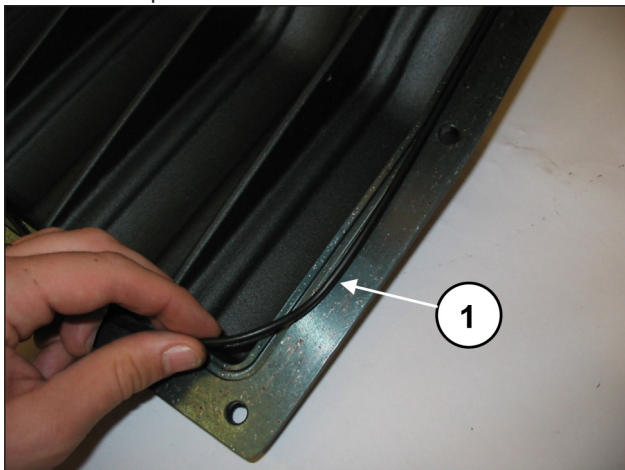
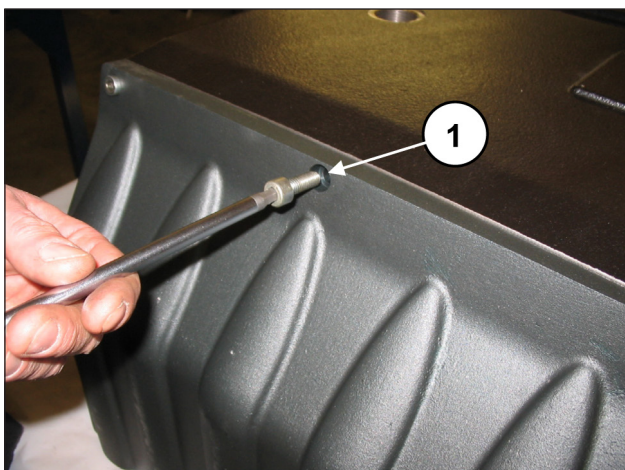

Fig. 91
Fig. 92
Insira o anel circular na cobertura posterior (pos. ①, Fig. 91), e fixe-os no carter, mediante 10 parafusos M8x20 (pos. ①, Fig. 92).